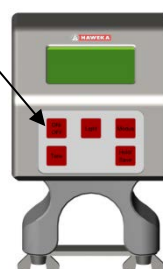

Рис. 16
- Включите прибор для измерения угла наклона кнопкой ON/ OFF (рис. 16)